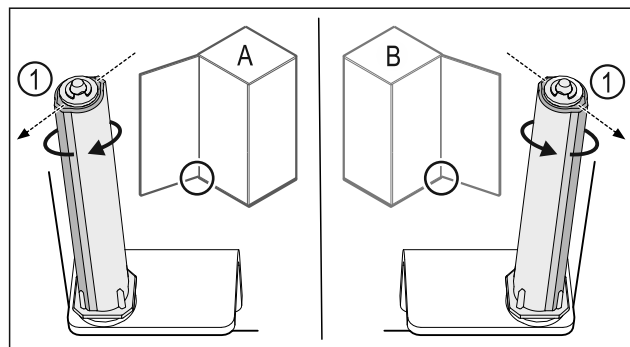

Fig. 38 Levý doraz (A) / pravý doraz (B)
- Otáčejte uzavíracím systémem proti odporu, dokud nebude lamela uzavíracího systému Fig. 38 (1) ukazovat směrem ven.